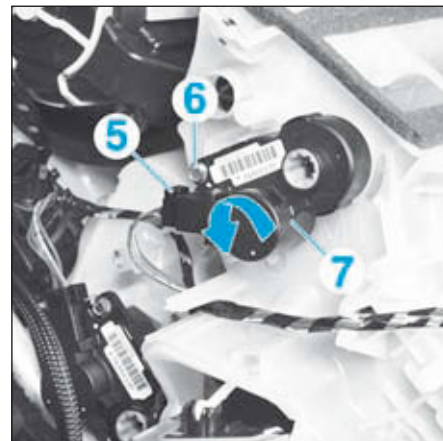

FIG.37
- Débrancher le connecteur (5) (Fig.37).
- Déposer la vis (6).
- Pivoter dans le sens anti-horaire le servomoteur de distribution (7).
- Déposer le servomoteur de distribution (7).